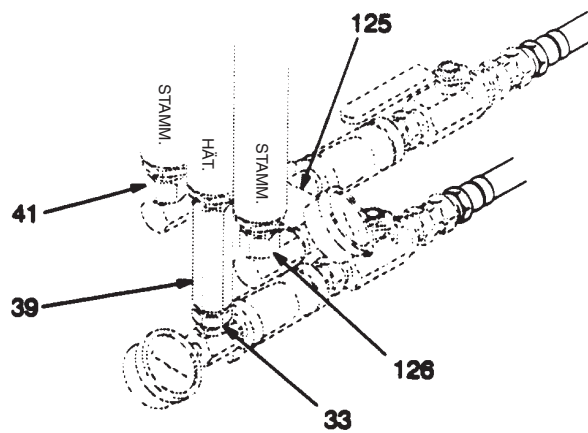

Abb. 21
Drehgelenknippel (33) unten am Boden der mittleren Dosierpumpe abschrauben. Dann Drehgelenknippel (126) an den äusseren Dosierpumpen abschrauben. Materialventil (125) von den äusseren Pumpen abnehmen. Geraden Rohrverbinder (39) von der mittleren Dosierpumpe abnehmen. Siehe Abb. 21.